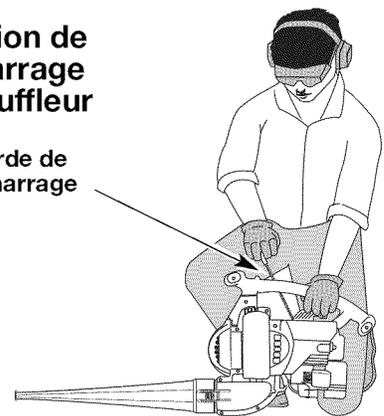

Fig. 12
AVERTISSEMENT: éviter le démarrage accidentel. Se tenir en position de démarrage pour lancer le moteur (Fig. 12 et 13). Lors du démarrage, l'opérateur et l'outil doivent être en position d'équilibre afin d'éviter le risque de blessures graves. D'autre part, pour le démarrage, l'outil doit toujours être posé sur une surface propre et ferme. Les matériaux tels que le gravier, le sable, la poussière, l'herbe, etc. peuvent être aspirés par l'admission d'air et projetés par la sortie de l'outil.
- Mettez l'outil en position de démarrage (Fig. 12 ou 13). Mettez la manette des gaz en position de haute vitesse (☛).